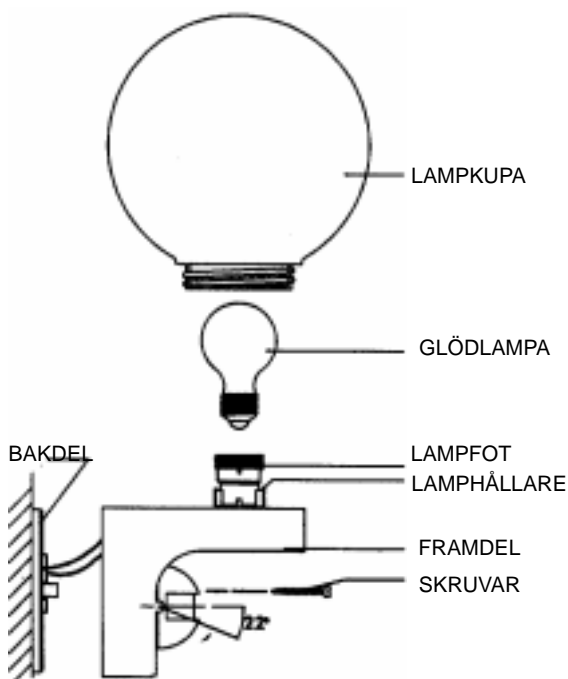

Fig.3
- (1) Ta bort glaskupan.(Fig. 3)
- (2) Sätt i en glödlampa (max 100W)i lampfoten genom att vrida motsols.
- (3)Sätt tillbaka glaskupan genom att vrida medsols.